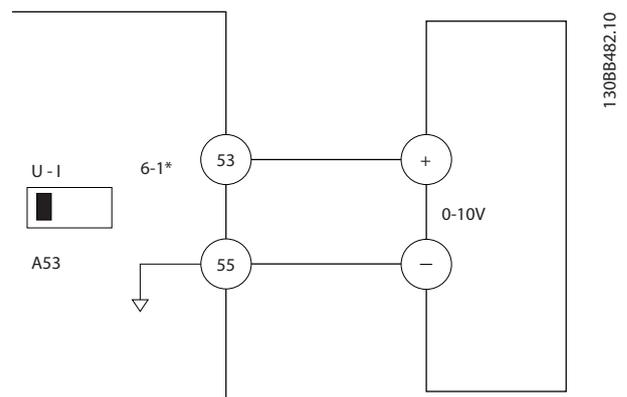

Abbildung 6.12 Anschlussbeispiel für ein externes Gerät, das ein Steuersignal von 0-10 V sendet
*Abbildung 6.12* zeigt das Anschlussbild, das zur Aktivierung des Aufbaus des externen Geräts verwendet wird.